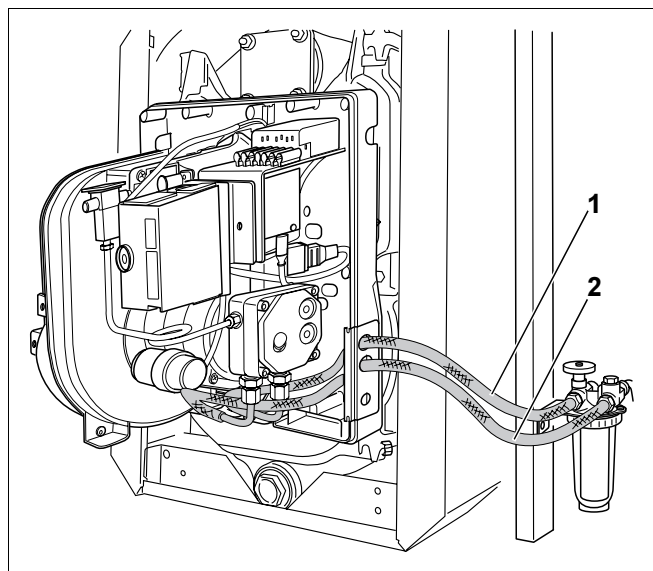

Рис. 7 Подключение топливопроводов
- Подключить топливные шланги (рис. 7, поз. 1 и 2; всасывающая и обратная линии топливопровода, накидная гайка 3/8" с подсоединением шланга) к топливному фильтру и к обратной линии (соблюдать направление, указываемое стрелкой).